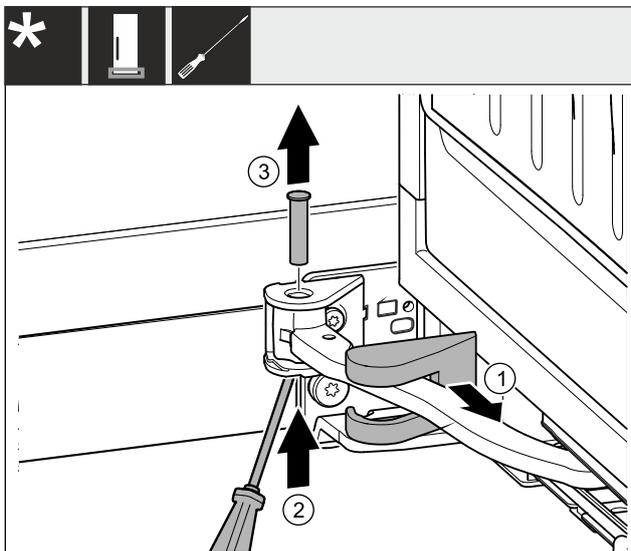

Fig. 6
- ▶ Retirar la cubierta del soporte del cojinete y deslizar a lo largo de la bisagra. Fig. 6 (1)
- ▶ Levantar el perno desde abajo con el dedo o con un destornillador. Fig. 6 (2)
- ▶ Desplazar por debajo del cabezal del perno con un destornillador y sacar. Fig. 6 (3)